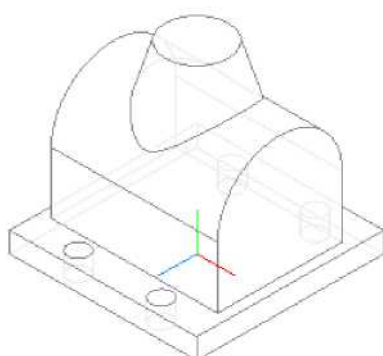

Рис. 7.28
6. Применяем к эскизу команду  **Приклеить вращением**. Способом построения должен быть **Сфероид**, а на вкладке **Тонкая стенка** установлен вариант **Нет**. Результат показан на рис. 7.28.